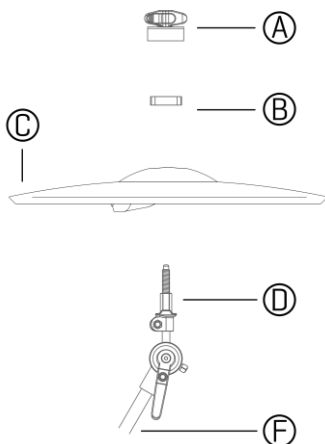

Figura 2
- 1 Aparafuse a braçadeira do prato (D) no braço do prato de 8 mm (F).
- 2 Coloque o prato (C) na braçadeira do prato (D) seguido do bloqueio giratório (B). Figura 2.